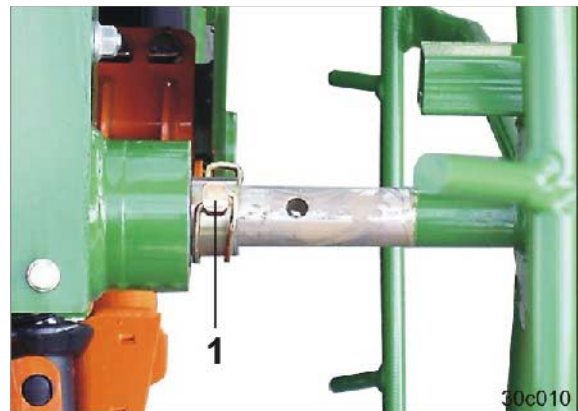

Fig. 114
16. Tag halehjulet i drift, og sikr det med en split (Fig. 114/1)
- 3.1 Løsn ringstiften (Fig. 114/1), og træk halehjulet af drevet.